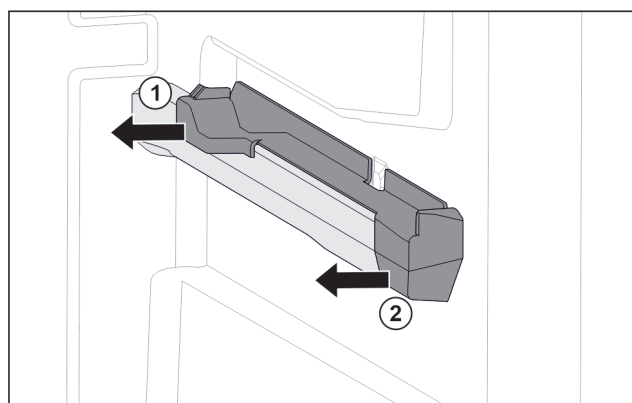

Fig. 75 Наставка върху дясното ребро на съда
- ▶ Изтеглете наставката отзад настрани. *Fig. 75 (1)*
- ▶ Изтеглете наставката отпред настрани. *Fig. 75 (2)*